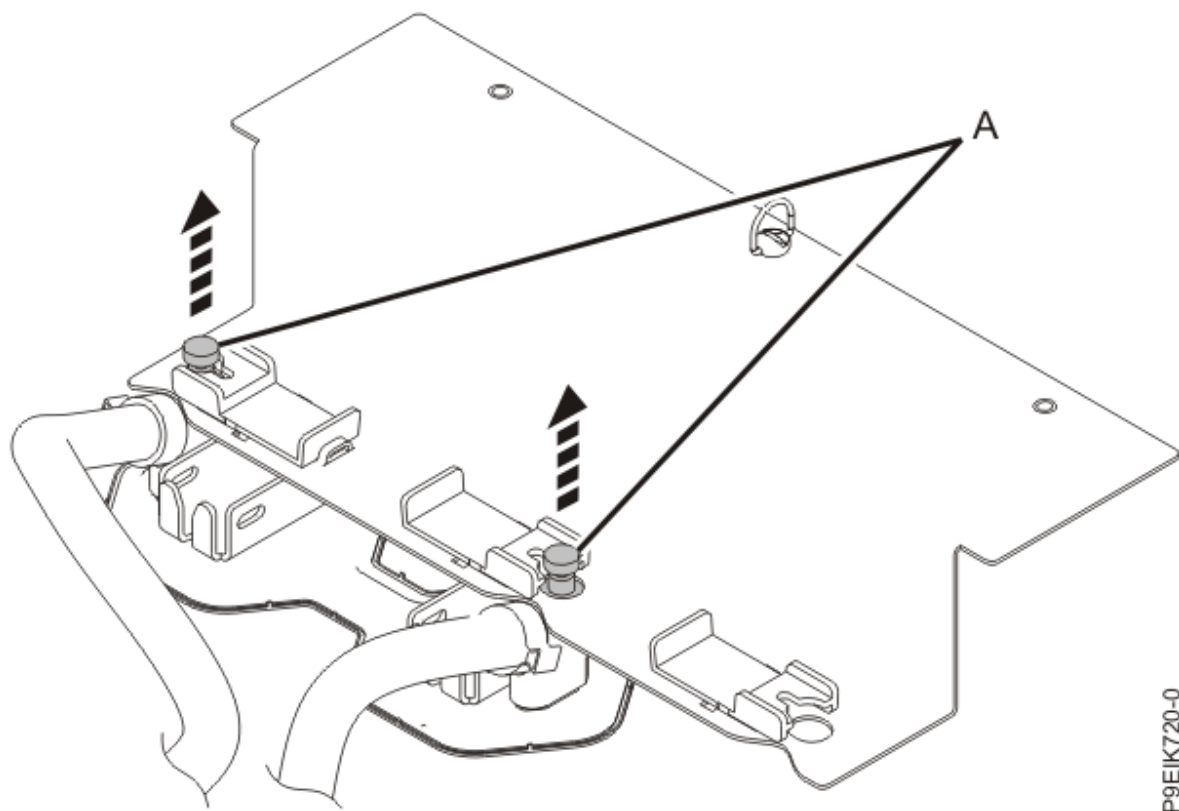

Figure 22. Insertion des broches d'une plaque froide de processeur graphique dans la pince
b) Insérez la plaque froide (**A**) dans la pince, comme illustré dans la Figure 22, à la page 25.